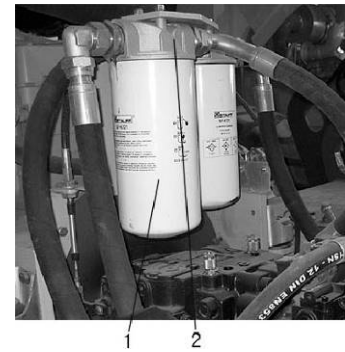

Рис. 3-22
3.4.5.3 Замена фильтра гидравлического масла (Рис. 3-22)